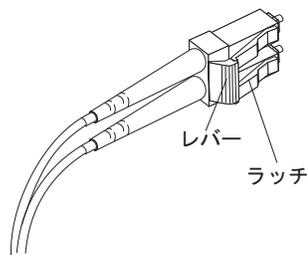

図30. LC-LC ファイバー・チャンネル・ケーブルのレバーおよびラッチ
1. 図 30 に示されているように、SFP モジュールまたはホスト・バス・アダプターに接続した LC-LC ケーブルの端のレバーを押し下げたまま、ラッチを解放します。